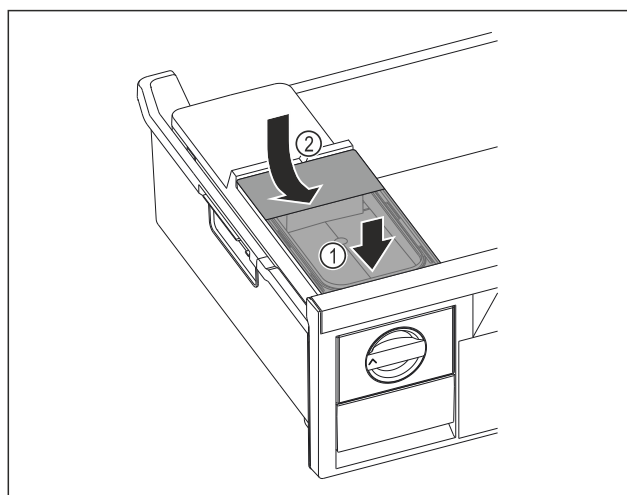

Fig. 129
- Установите бак для воды спереди Fig. 129 (1)
- Опустить бак для воды сзади Fig. 129 (2)